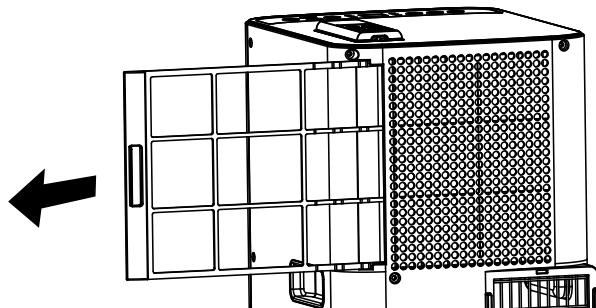

Fig. 2.
**Manutenção do filtro de ar:** É necessário limpar o filtro de ar depois de o utilizar durante cerca de 100 horas. Interrompa o funcionamento do aparelho e, em seguida, puxe o filtro de ar para trás. (fig. 2) Utilize um aspirador, água ou um pano macio e seco para limpar o filtro e, em seguida, volte a colocá-lo. Não utilize o aparelho sem o filtro.